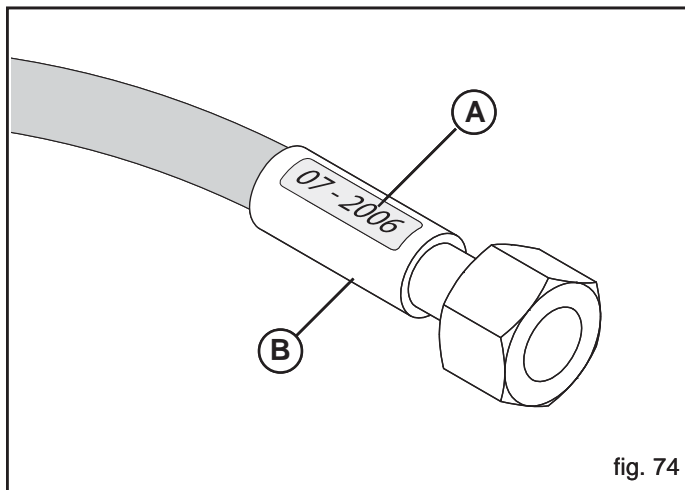

fig. 74
Auf Abbildung 74 (A) ist ein Beispiel zum Produktionsjahr der ölhydraulischen Rohre angegeben.
- Lecks in der Nähe der Einlagen (B, Abb. 74);
- Korrosion der Einlagen (B, Abb. 74);
- mehr als 5 Jahre seit dem Produktionsdatum vergangen sind (A, Abb. 74).